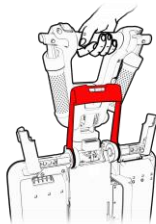

Figura 54
1. Asegúrese de que el manillar esté asegurado en posición vertical (consulte la Figura 54).